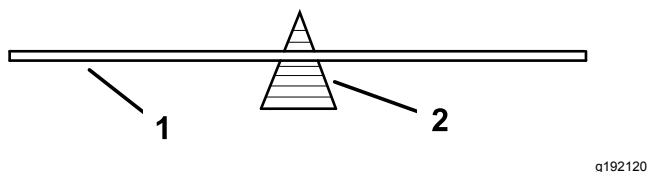

Figure 41
2. Pour les lames droites seulement, vérifiez l'équilibrage de la lame en la plaçant sur un équilibreur (Figure 41).